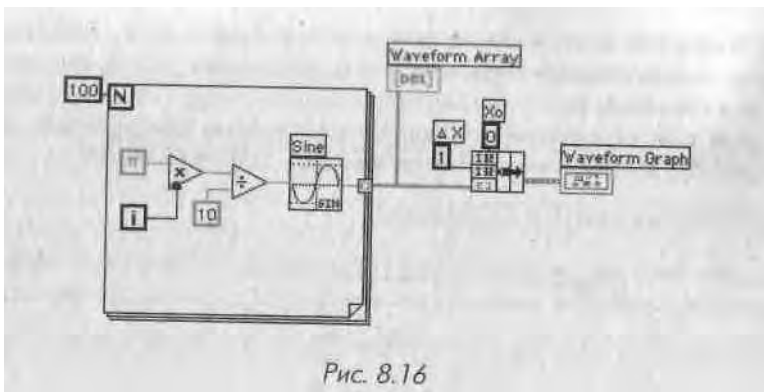
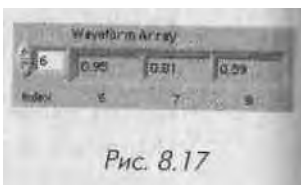

Рис. 8.16
Рис. 8.17
4. Постройте блок-диаграмму, как показано на рис. 8.16.
7. Инструментом перемещения в виде сетки увеличьте размер индикатора массива, чтобы он отображал несколько элементов. Индекс этих элементов меняется - возрастает слева направо (или сверху вниз), начиная с индекса, показанного на индикаторе индексов массива (рис. 8.17). Вы можете увидеть любой элемент в массиве путем введения индекса этого элемента в индикатор индексов. Если вы укажете число, превышающее размер массива, то изображение элемента будет серым. На блок-диаграмме, изображенной на рис. 8.16,